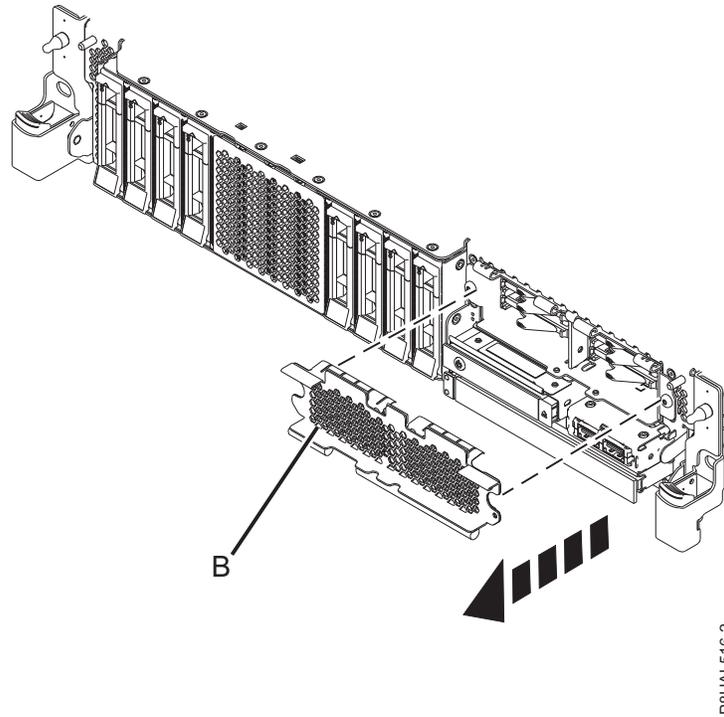

Abbildung 91. SSD-Gehäuseabdeckung für den Zugriff auf die SSD-Steckplätze in einem System mit erweiterten Funktionen abheben
10. Um auf die SSD-Steckplätze zuzugreifen, heben Sie die perforierte Platte (**B**) ab, die das SSD-Gehäuse abdeckt, wie in Abb. 91 auf Seite 99 dargestellt.